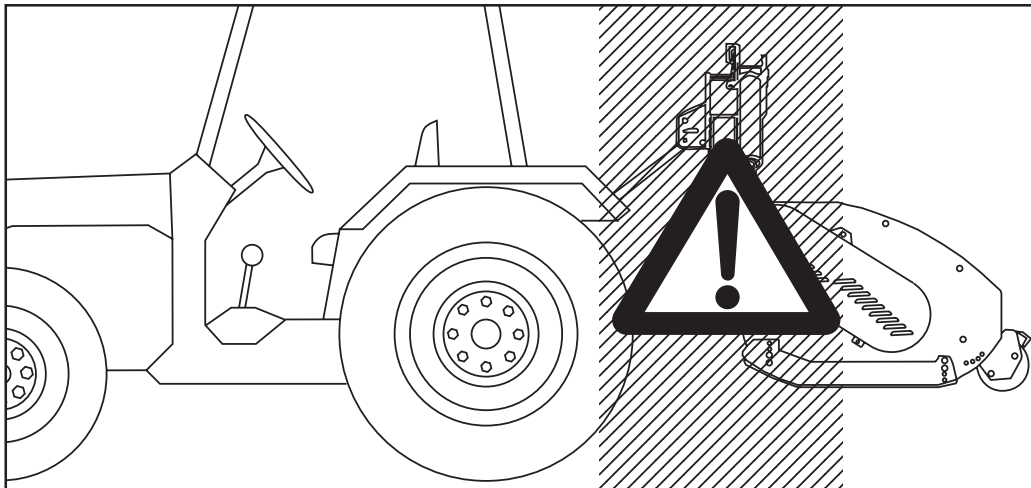

Fig. 4
- 24)** È assolutamente vietato interporre tra il trattore e la macchina (Fig. 4) con motore acceso e cardano inserito nonché senza aver azionato il freno di stazionamento ed aver inserito, sotto le ruote, un ceppo o un sasso di bloccaggio. Mantenersi ad una distanza di sicurezza dalla macchina in lavoro, per possibili lanci di corpi contundenti.
- 28)** È assolutamente vietato interporre fra il trattore e l'attacco della macchina per manovrare il comando dall'esterno per il sollevamento (Fig. 4).
- 24)** *It is absolutely forbidden to stand between the tractor and the implement (Fig. 4) when the engine is running and the cardan shaft is engaged without having first engaged the hand brake and placed a block or stone under the wheels to prevent them from moving. Keep a safe distance from the shredder at work to avoid being hit by possible flying stones, etc.*
- 28)** *It is absolutely forbidden to stand between the tractor and the implement when manoeuvring the lift control from the outside (Fig. 4).*